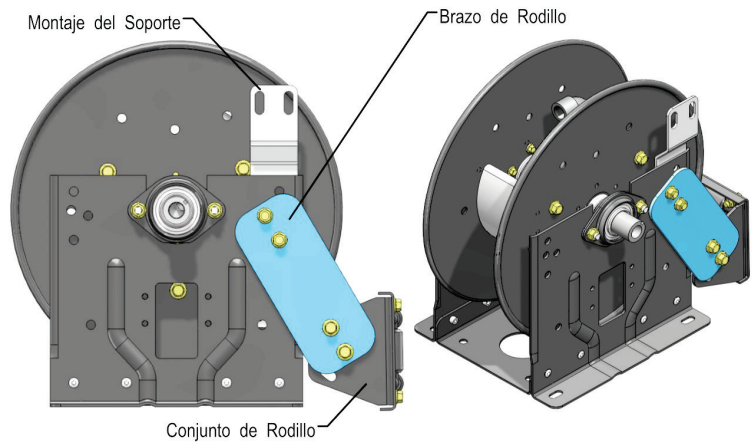

Figura 1 – Carrete con rodillos en la posición “SR”
1. Quite el resorte según Hannay TSB 2013.06.003 Cambiar un motor con resorte de Hannay, esto se puede encontrar en www.hannay.com. El carrete debe verse como la Figura 1.